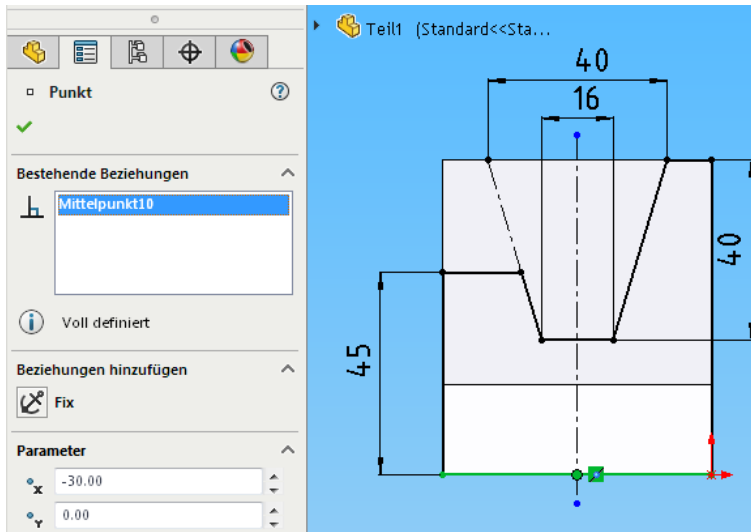

Bild 2.32: Entfernen einer Skizzenbeziehung
- Die Definition verwerfen Sie, indem Sie den Punktmodus beenden, den Punkt anklicken und im PropertyManager die Skizzenbeziehung *Mittelpunkt* löschen (Bild 2.32).